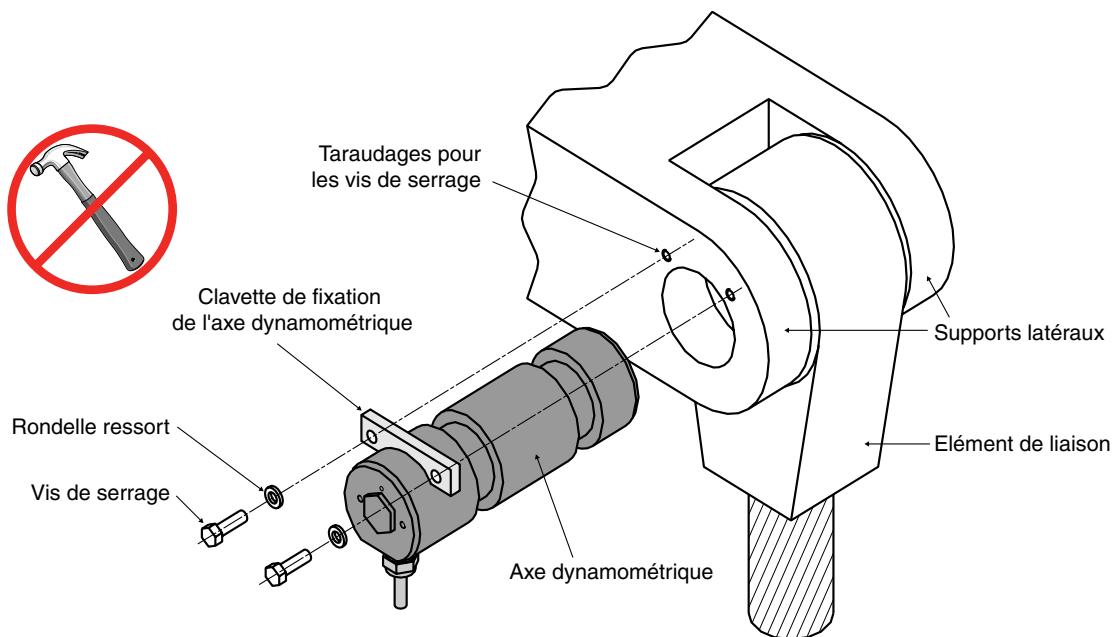

Figure 2-3 Positionnement / mise en place de l'axe dynamométrique
3. Positionner l'axe dynamométrique en face des alésages dans lesquels il se place (voir la *figure 2-3*). Orienter l'axe dynamométrique de façon à ce que la clavette, qui sert aussi au repérage de l'axe de sensibilité, soit perpendiculaire à la force appliquée.
4. Glisser l'axe dynamométrique manuellement dans son logement (voir la *figure 2-3*) jusqu'à ce que la rainure de clavette se trouve au niveau du support latéral. La mise en place de l'axe doit s'effectuer sans l'aide d'outils. S'il n'est pas possible de faire glisser l'axe, contrôler l'alignement des éléments, leur concentricité et réusinier si nécessaire.
6. Placer les deux vis de serrage munies de leurs rondelles dans les orifices de la clavette de fixation (voir la *figure 2-3*), les visser dans les taraudages prévus à cet effet et les serrer avec le couple spécifié dans le tableau de la *figure 2.2*.